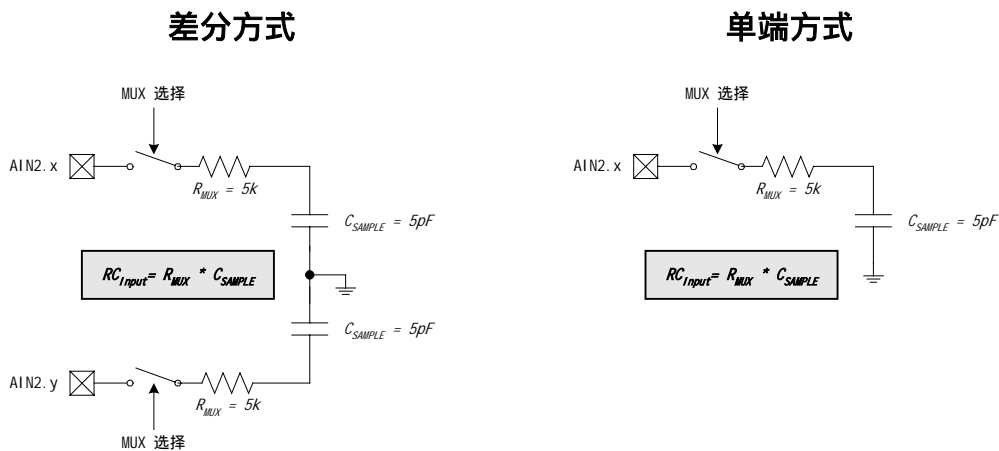

图 7.3 ADC2 等效输入电路
当 ADC2 输入配置发生改变时（即 AMUX 或 PGA 的选择发生变化），在进行一次精确的转换之前需要有一个最小的跟踪时间。该跟踪时间由 ADC2 模拟多路开关的电阻、ADC2 采样电容、外部信号源阻抗及所要求的转换精度决定。图 7.3 给出了等效的 ADC2 输入电路。对于一个给定的建立精度 (SA)，所需要的 ADC2 建立时间可以用方程 7.1 估算。注意：在 MUX 选择发生改变后，最少需要 0.8 μs 的建立时间；在低功耗跟踪方式，每次转换需要用三个 SAR2 时钟跟踪。对于大多数应用，三个 SAR 时钟可以满足跟踪需要。